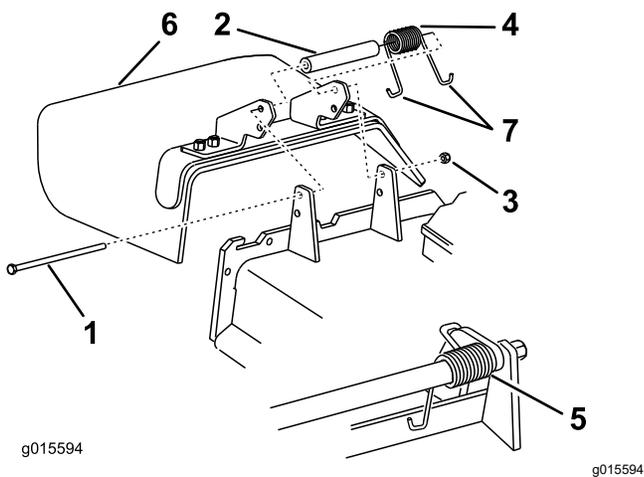

Рисунок 86
1. Зніміть гайку, болт, пружину та прокладку, притуливши відбійник до шарнірних кронштейнів (Рисунок 86).
2. Зніміть пошкоджений або зношений відбійник трави (Рисунок 86).
Примітка: Переконайтеся, що 1 зігнутий кінець пружини встановлено за краєм кожуха перед встановленням болта, як показано на Рисунок 86.
6. Розташуйте 1 зігнутий кінець пружини навколо відбійника трави (Рисунок 86).